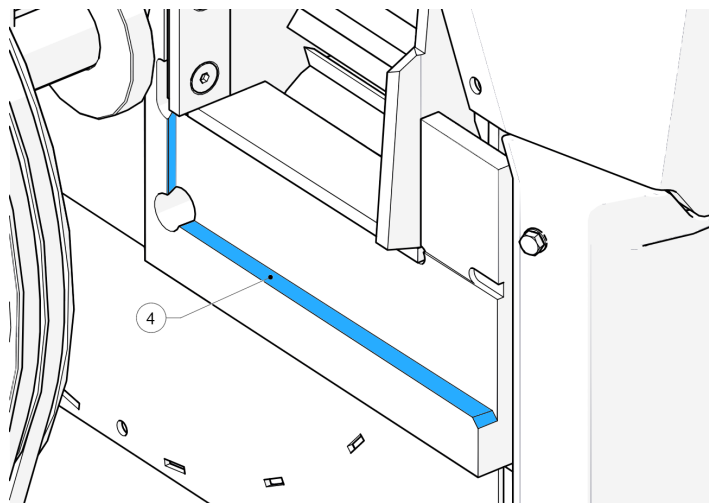

Figure 61 - Siège d'enclume
12. Assurez-vous que les sièges d'enclume ne présentent pas de saletés ni de débris avant d'insérer l'enclume (4, Figure 61).